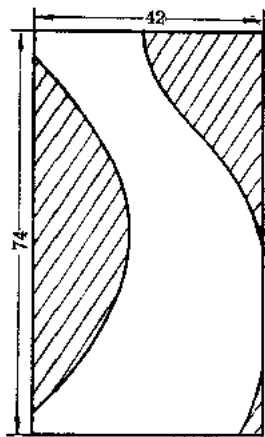
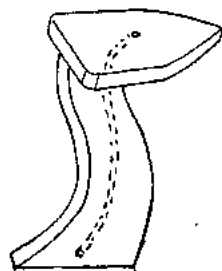

图 3
图 6
2. 风扇支架: 在 $74 \times 42 \times 12$ [毫米]³ 和 60×35 [毫米]² 木板上,分别画出图 3、4 支架和顶板的样子,然后把不需要的部分锯去,余下部分用砂皮打磨光滑,风扇支架的支柱端面要略为削尖成图 5 所示,然后跟支架顶板用胶水(或小钉子)固定,同时从顶板中部开始钻通一条缝(从两头烫),直通支柱底部,以备小电动机电线直接通往底座开关(图 6)。